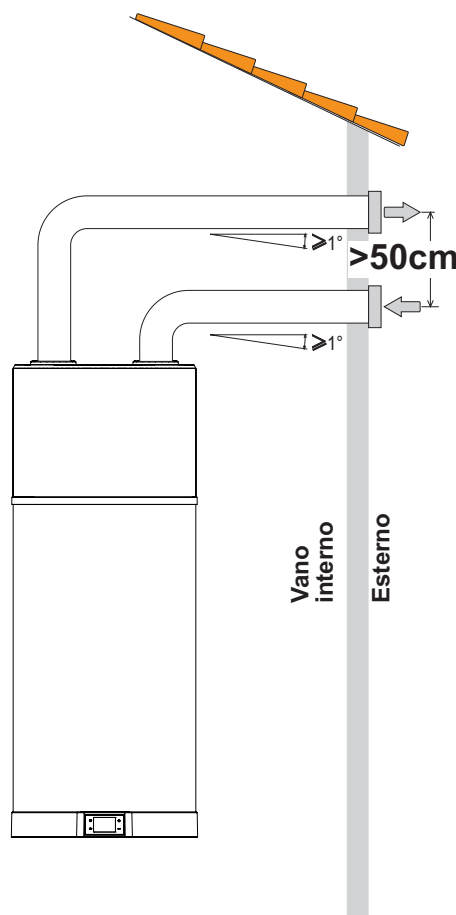

fig. 32 - Exemple de raccordement de l'échappement de l'air
- Réalisez une canalisation d'air spécifique comme indiqué dans le fig. 32.